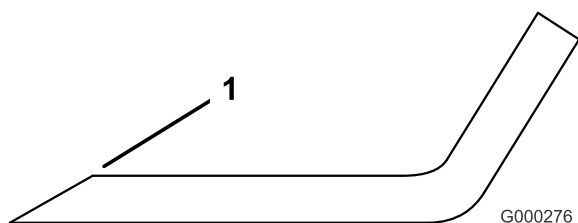

Figure 93
- Au moyen d'une lime, aiguiser les tranchants aux deux extrémités de la lame (Figure 93). Veillez à conserver l'angle de coupe d'origine. Limez la même quantité de métal sur chacun des deux tranchants pour ne pas déséquilibrer la lame.